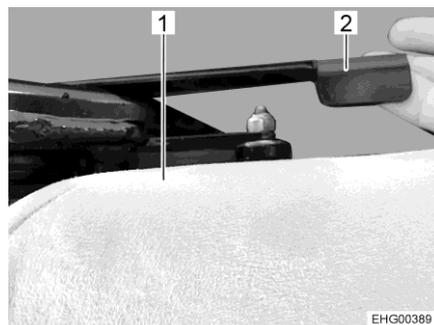

Fig. 21 Dossier, partie inférieure
- Pousser le levier (Fig. 21,2) situé sur le bas du siège vers le haut.
- Redresser la partie inférieure du dossier (Fig. 21,1).